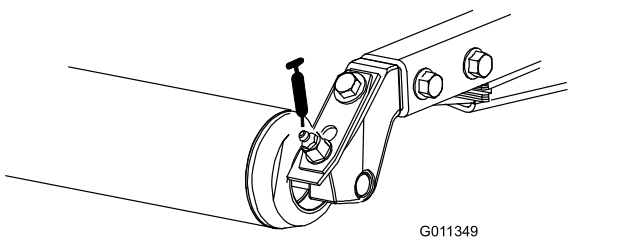

図 50
- 後ローラのベアリング 各カuttingユニットに2ヶ所(図 50)